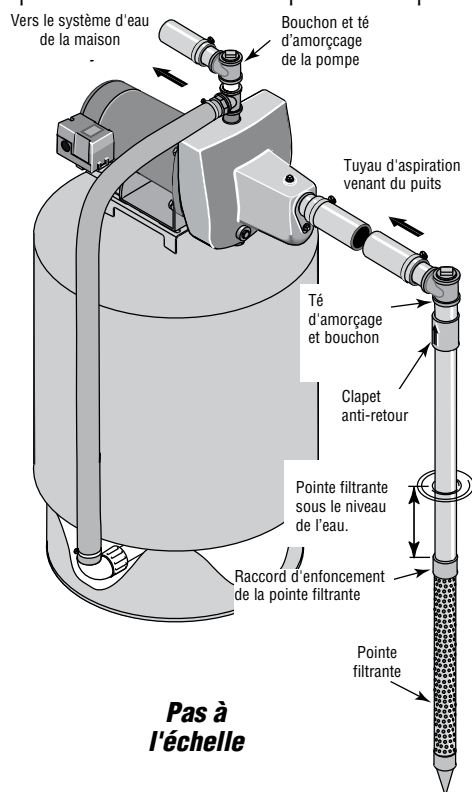

Figure 1: Installation avec une pointe filtrante
INSTALLATION DE LA POINTE FILTRANTE (Figure 1)
- 3 ° Utiliser le moins possible de raccords (en particulier des coudes) lorsque l'on branche la tuyauterie de la pointe filtrante sur l'orifice d'aspiration de la pompe. Le diamètre du tuyau d'aspiration doit être au moins aussi grand que le diamètre de l'orifice d'aspiration de la pompe (y compris le clapet anti-retour si la pompe n'en comporte pas un - voir la Figure 1). Supporter le tuyau de façon qu'il ne soit pas cintré afin qu'il n'exerce pas de contraintes sur le corps de la pompe; de plus, il doit être légèrement incliné vers le haut, du puits jusqu'à la pompe (les points hauts risquent de causer des poches et des bouchons d'air dans la pompe). Rendre étanches les joints du tuyau d'aspiration avec du ruban d'étanchéité en PTFE pour filetage. Les raccords doivent être étanches à l'air et à l'eau. *Si le tuyau d'aspiration aspire de l'air, la pompe ne pompera pas l'eau du puits.* Si une pointe filtrante ne fournit pas suffisamment d'eau, considérer brancher deux ou trois pointes filtrantes sur un même tuyau d'aspiration.